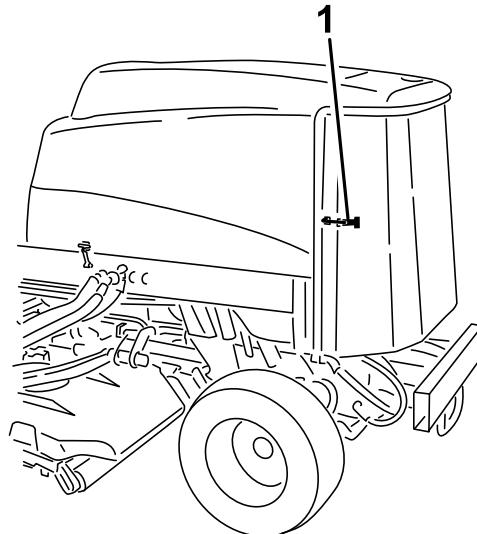

Figura 90
2. Desenganche y abra la rejilla trasera (Figura 90).